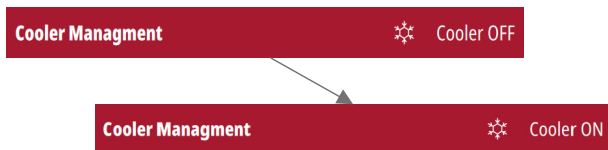

Figure 10
- Activer le refroidisseur à partir du menu de la source d'alimentation (Figure 10)